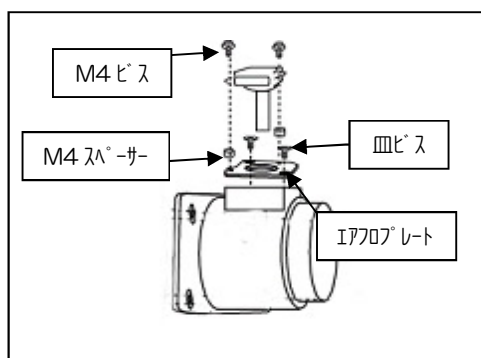

図 3
- ①図3を参考にエアフロアダプター、エアフロプレート、エアフロセンサを組み立てます。